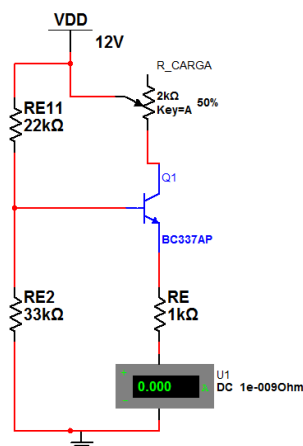

Figura 2.7 – Transistor como fonte de corrente.
- a) Monte o circuito da Figura 2.7 e estime, através de cálculo, os valores teóricos de corrente da base e V_E e I_E . Note que a carga é simulada por um potenciômetro. Deixe o potenciômetro ajustado em seu máximo valor antes de energizar o circuito.